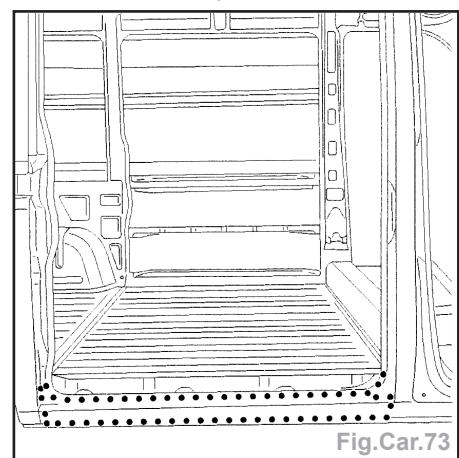

Fig.Car.73
- Souder par points électriques, par points bouchon MAG et meuler les points de soudure MAG (Fig.Car.73).